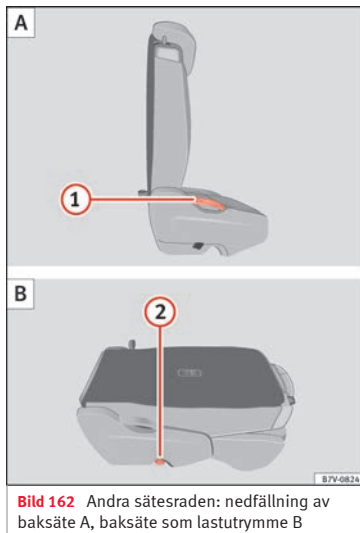

Bild 162 Andra sätesraden: nedfällning av baksäte A, baksäte som lastutrymme B
- Ta bort alla föremål från fotutrymmet framför och bakom baksätet » ❶.
- Dra spaken » bild 162 ❶ bakåt och fäll ryggstödet framåt. Hela baksätet fälls framåt » ❷.
- Fäll ryggstödet framåt tills det hakar fast i läget som lastyta » bild 162 B.
- Dra spaken » bild 162 ❶ uppåt och ställ ryggstöden i vertikalt läge. Hela sätet fälls bakåt.